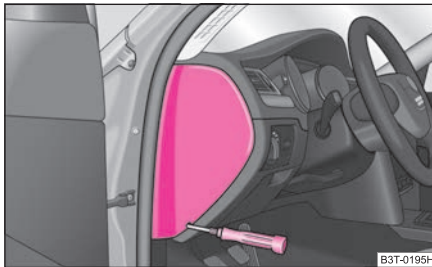
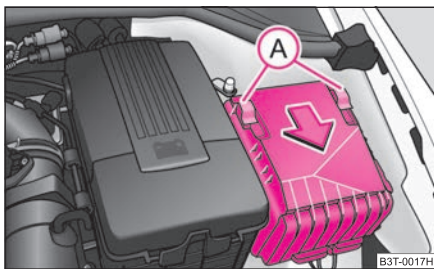

Abb. 212 Sicherungsdeckel:
Abb. 213 Sicherungsdeckel im Motorraum
- Nehmen Sie den Sicherungsdeckel an der Seite der Schalttafel mit Hilfe eines Schraubendrehers ⇒ **Abb. 212** bzw. den Sicherungsdeckel im Motorraum ⇒ **Seite 248, Abb. 213** ab.
- Verschieben Sie die Sicherungsbügel (A) ⇒ Abb. 213 bis zum Anschlag, hinter dem Sicherungsbügel erscheint das Symbol und nehmen Sie den Deckel ab.